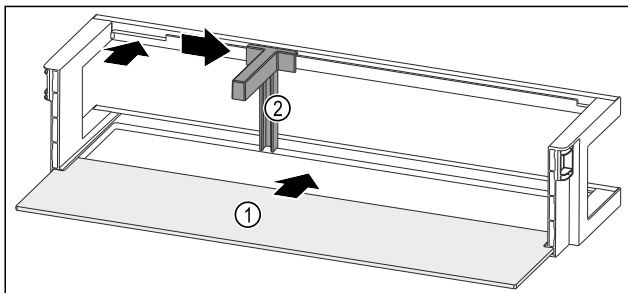

Fig. 145 Türabsteller mit Abstellfläche
- ▶ Abstellfläche Fig. 145 (1) in die seitlichen Aussparungen einschieben.
- ▶ Flaschenhalter Fig. 145 (2) in die Aussparung einsetzen.
- ▶ Flaschenhalter Fig. 145 (2) in gewünschte Position zur Seite schieben.